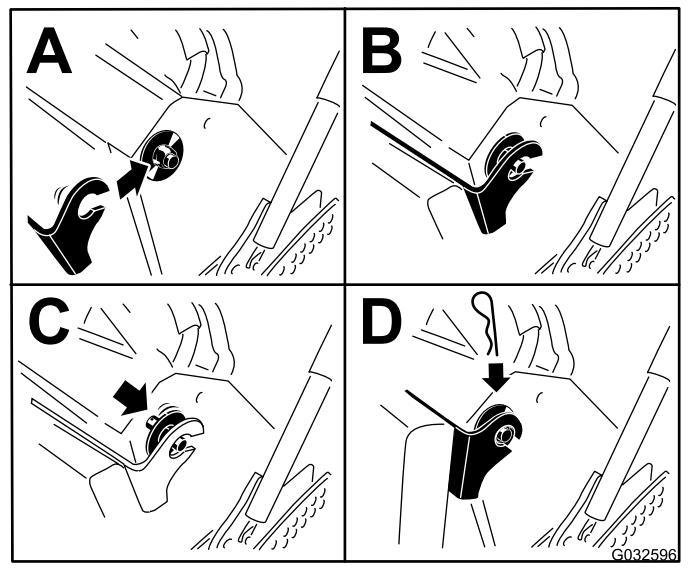

Figure 34
6. Relevez le coussin et glissez-le sur les goupilles de chaque côté de la machine (Figure 34).
7. Glissez les grandes rondelles à douilles en plastique dans les supports du coussin et fixez-les en place avec une goupille fendue (Figure 34).